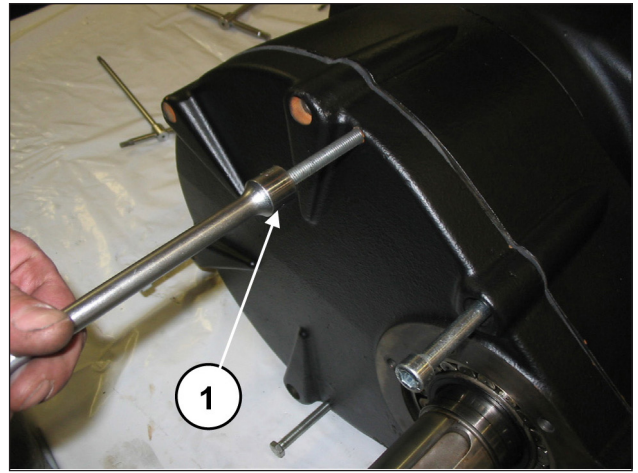
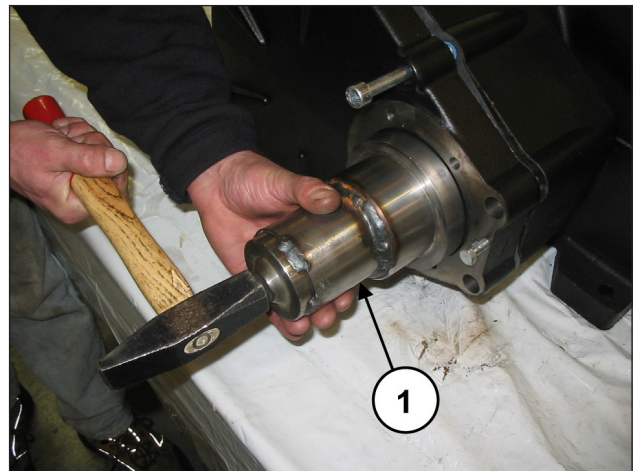

Fig. 8
Fig. 9
Visser les 3 goujons filetés (rep. ①, Fig. 8) faisant office d'extracteurs et utiliser simultanément l'outil (réf. 27516700) pour frapper dessus de sorte que le coussinet reste sur le pignon durant l'extraction du couvercle (rep. ①, Fig. 9).